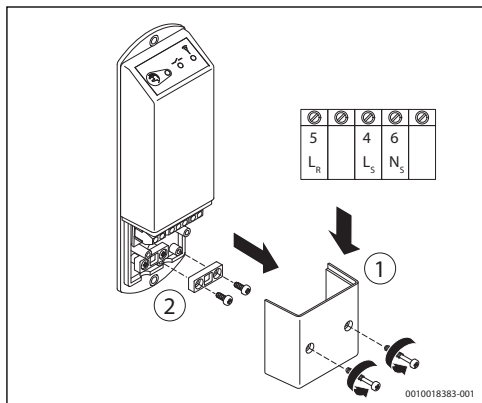

Fig. 9 Désignations de borne
- Retirer le revêtement du récepteur de radio (→ fig. 9).